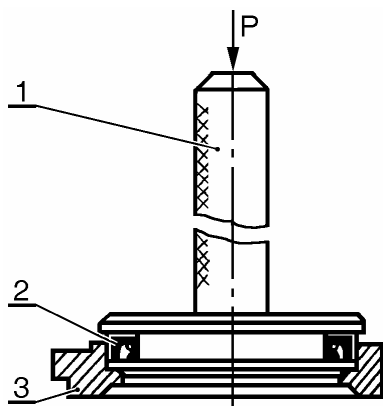

Рис.17. Запрессовка сальника в держатель:
6.4.1 Установить сальник в корпус держателя, рис.17, (оправка 67.7853-9571, молоток).